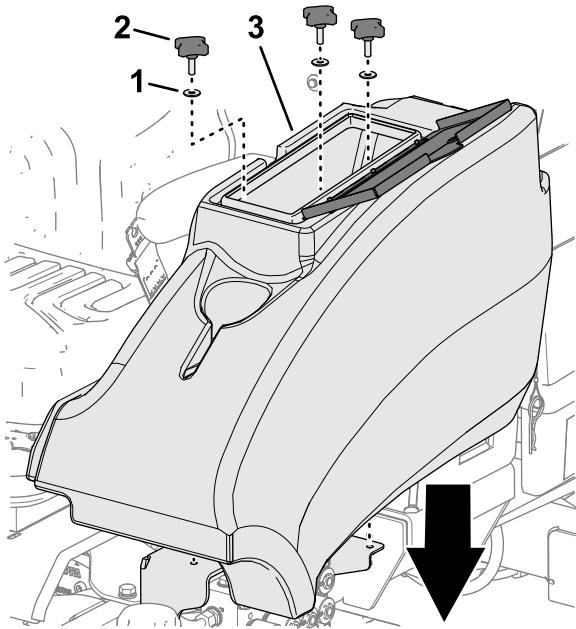

Bild 57
2. Bauen Sie das Ablagefach mit den drei Handrädern und den drei Unterlegscheiben in die Maschine ein (Bild 57).